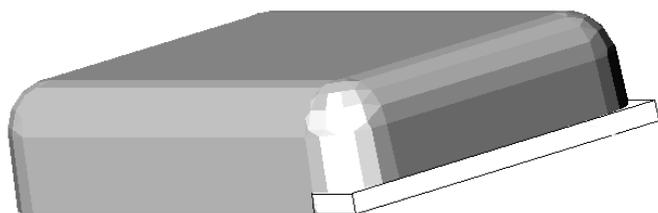

Bild 4
4.1 Aus der rechten Unterseite des Oberteiles wird ein Ausschnitt mit der Tiefe 10 und der Höhe 3,5 entfernt. Zeichnen Sie dazu einen Quader in das Oberteil (Bild 4), und subtrahieren Sie ihn.
(Ergebnis siehe Bild 4)